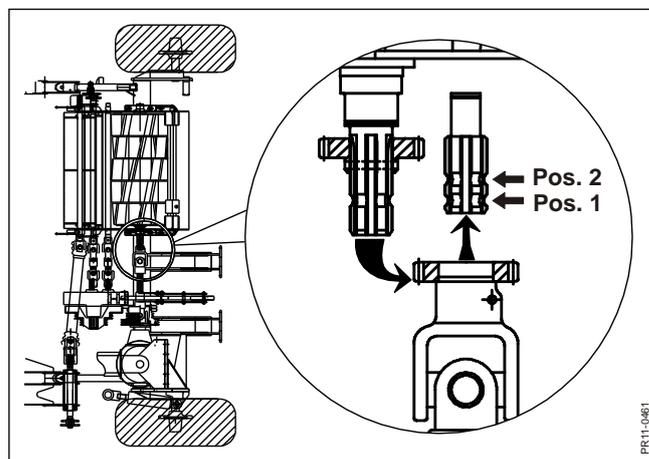

Fig. 4-23
- Fig. 4-23** El eje de transmisión de la TDF se debe fijar en la posición 2 de modo que el rotor gire en dirección contraria.